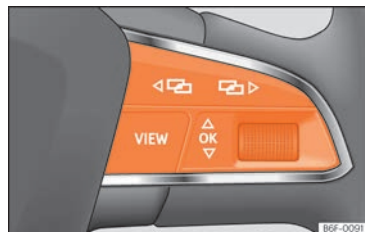

Fig. 133 Partie droite du volant multifonction : touches permettant d'utiliser les menus et les messages d'information du tableau de bord.
Lorsqu'un message d'avertissement de priorité 1 » page 120 s'affiche, aucun menu n'est accessible. Certaines alertes peuvent être confirmées et masquées en appuyant sur la touche **OK** du volant multifonction » fig. 133.
- Si le système affiche un message ou le pictogramme d'un véhicule, appuyez sur la touche **OK** » fig. 133 plusieurs fois si nécessaire.
- Pour changer de menu, utilisez les touches **◀** ou **▶** » fig. 133. »
• Pour ouvrir le menu ou le message d'information affiché, appuyez sur la touche **OK** »» fig. 133 ou patientez quelques secondes jusqu'à ce que le menu ou le message d'information s'ouvre automatiquement.
• Dans le menu affiché, faites tourner la molette droite du volant multifonction »» fig. 133 jusqu'à ce que l'option de menu désirée soit sélectionnée. L'option s'affiche en surbrillance.
• Appuyez sur la touche **OK** »» fig. 133 pour réaliser les modifications désirées. Une marque indique l'activation de la fonction ou du système concerné.
Appuyez sur la touche **←** ou **→** »» fig. 133.